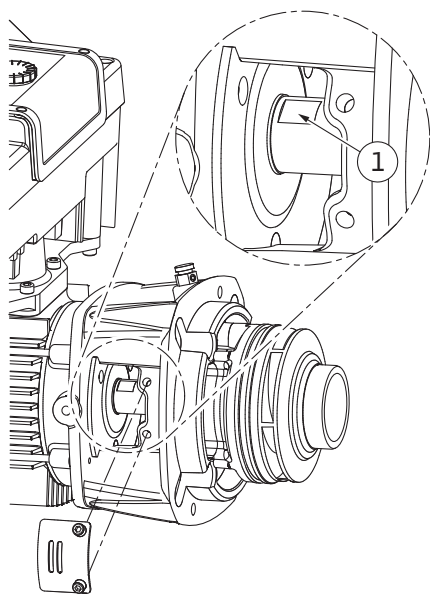

Fig. 106: Superfícies de aperto no veio
14. Introduzir uma chave de bocas (tamanho 22 mm) na janela da lanterna e fixar o veio nas superfícies de aperto (Fig. 106, pos. 1). Desapertar a porca do impulsor (Fig. I, pos. 22). O impulsor (Fig. I, pos. 21) é extraído automaticamente do veio.
15. Desmontar a anilha de compensação (Fig. I, pos. 20).
3. Introduzir uma chave de bocas (tamanho 22 mm) na janela da lanterna e fixar o veio nas superfícies de aperto (Fig. 106, pos. 1).
10. Introduzir uma chave de bocas (tamanho 32 mm) na janela da lanterna (Fig. IV, pos. 38) e fixar o veio nas superfícies de aperto (Fig. 106, pos. 1). Montar o impulsor com a(s) anilha(s) e a porca. Apertar a porca. Evitar danos no empanque mecânico por compressão.
11. Limpar a ranhura da lanterna e colocar o novo O-ring (Fig. III, pos. 19).